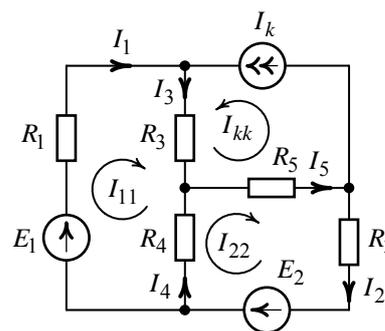

Рис. 4.4
Положительные направления токов в ветвях схемы обозначим в соответствии с рис. 4.4.
Независимые контуры и направления протекания контурных токов  $I_{11}$ ,  $I_{22}$  обозначены на рис. 4.4.
Для ветви с источником тока  $I_k$  создадим третий контур с контурным током  $I_{kk}$  по направлению, совпадающему с направлением источника (рис. 4.4).
6. Действительные токи в ветвях (рис. 4.4) находим как алгебраическую сумму контурных токов смежных контуров: